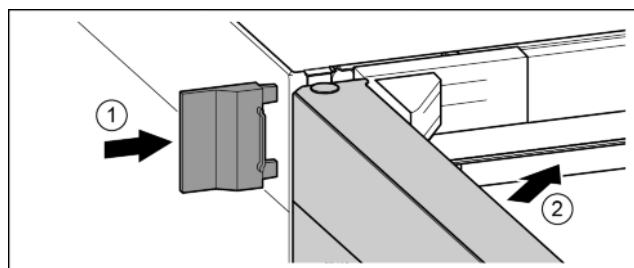

Fig. 19
- ▶ Potisnite zunanji pokrov gor. Fig. 19 (1)
- ▶ Zaprite zgornja vrata. Fig. 19 (2)